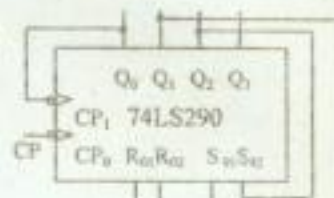

图 4
13. 二一五十一进制异步计数器 74LS290 构成如图 4 所示电路, 其状态转移表为 09, 计数模值 $M=$ 00。